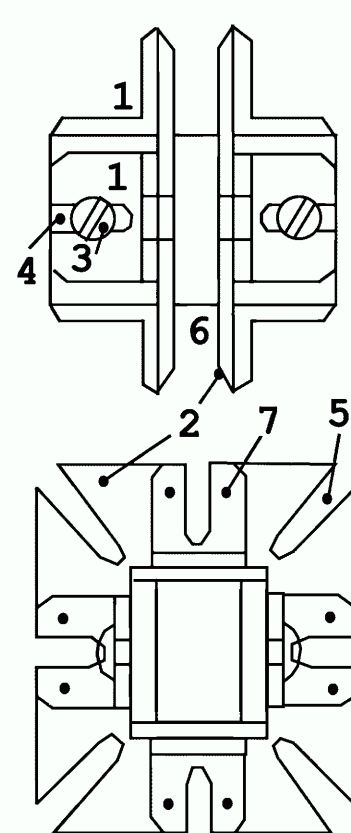

Рис. 1
Разработанное мною **устройство автоматически фазировает стереоканалы**, и при встраивании его в УКУ позволяет забыть об этой проблеме. Его **функциональная схема** приведена на **рис. 1**. Пройдя через ФНЧ 1 и 2, сигналы стереоканалов поступают на аналоговый сумматор 3 и вычитатель 4, затем сумма и разность поступают на выпрямители 5 и 6 и их уровни сравниваются компаратором 7, имеющим некоторый гистерезис для более чёткого переключения. Сигнал компаратора управляет переключателем 9: если уровень суммарного сигнала выше разно-
1 - нитки 10-20 (обвязка обмотки); 2 - пропитка ниток обвязки через пазы (рис. 1, 5) клеем ПВА; 3 - клей (любой); 4 - каркас и обмотка галеты из 1-2 слоев картона
толщиной около 0,5 мм (для этого отрезают ленту точно по толщине обмотки, наматывают на шаблон, склеивают, приклеивают к ней (3) нитки для обвязки и устанавливают толщину галеты (рис. 1, 6) на шаблоне по этой ленте); 5 - обмотка.